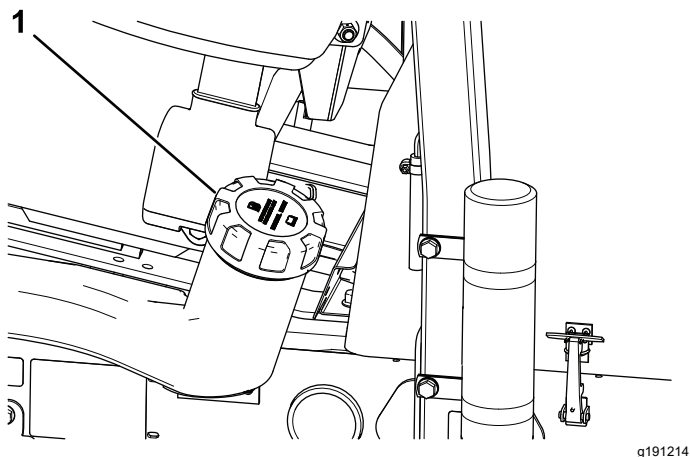

Figura 31
2. Pulite l'area circostante il tappo del serbatoio carburante (Figura 31).